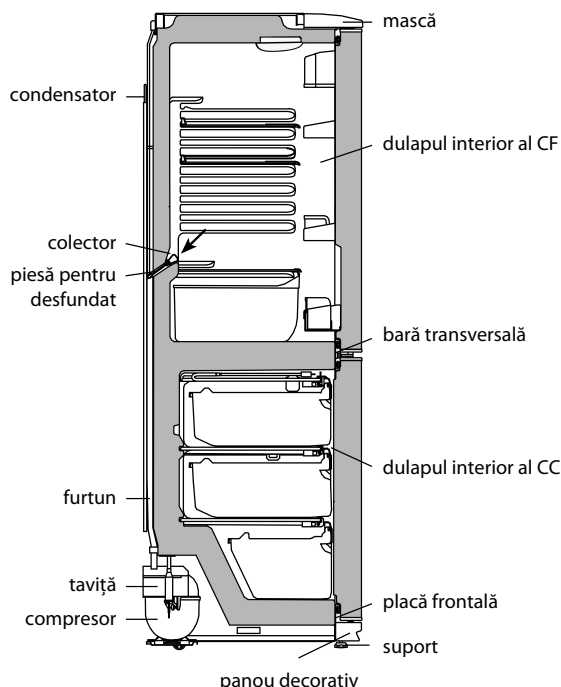

Figura 4 – Schema scurgerii apei rezultate în urma topirii din CF
2.2.1 În CF se folosește un sistem automat de dezghețare. Bruma, care apare pe perețele din spate al CF, după deconectarea compresorului care lucrează în ciclu, se topește și se transformă în picături de apă. Picăturile de apă rezultată în urma topirii se scurg în colector, apoi prin gaura acestuia și prin furtun – în tavița de pe compresor, în conformitate cu figura 4 și se evaporă. Gaura colectorului este dotată cu o piesă pentru prevenirea înfundării sistemului de drenaj.
Prezența apei în colector indică înfundarea sistemului de drenaj. Pentru eliminarea înfundării folosiți piesa corespunzătoare și curățați gaura colectorului, astfel ca apa să se scurgă liber în taviță, apoi spălați piesa și instalați-o în conformitate cu figura 4.
SE INTERZICE să utilizați frigiderul cu sistemul de scurgere înfundat. Apa care a apărut pe fundul CF sau care a ajuns în locul de alăturare a barei transversale și a dulapului interior al CF, în conformitate cu figura 4, poate provoca coroziunea dulapului exterior al frigiderului și elementelor agregatului frigorific, defectarea izolației termice, formarea crăpăturilor dulapului interior și defecțiunea frigiderului.
SE INTERZICE să decongeleți congelatorul fără utilizarea elementului pentru drenare. Apa rezultată în urma topirii care se scurge din camera afară de elementul pentru drenare, pătrunzând în locul de alăturare a plăcii frontale la dulapul interior în conformitate cu figura 4, poate